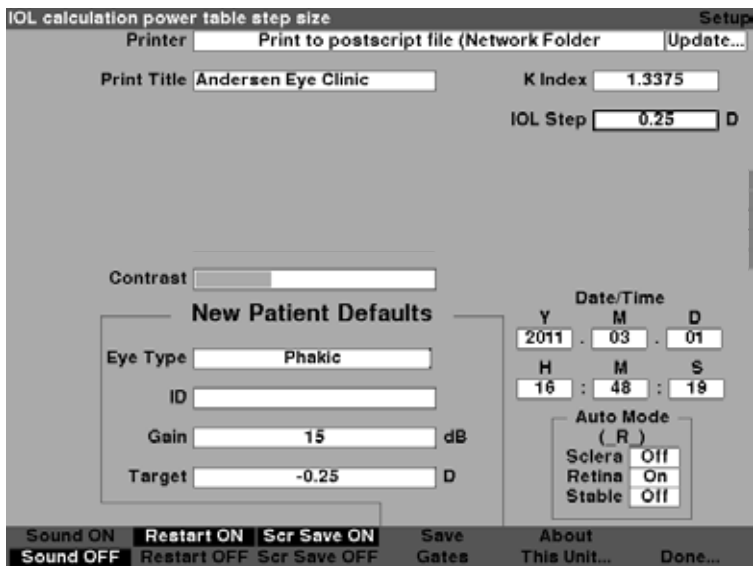

Figura 5-63 Etapa de LIO ajustada
4. Quando a etapa LIO estiver num valor adequado, pressione o botão giratório ou o botão \checkmark para salvar o valor ajustado e desativar o campo conforme mostrado na Figura 5-63.